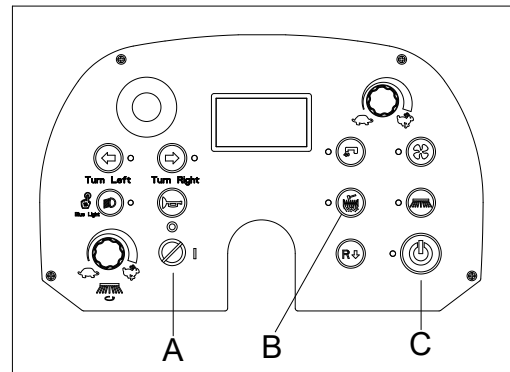

Figura 16
8. Pressione o botão de início (C, Figura 16) para desligar todas as funções (aspiração, escovas principal/laterais e bomba) e, em seguida, a escova principal e as escovas laterais serão levantadas.
9. Pressione o botão do agitador do filtro para ligar o agitador do filtro (B, Figura 16)
11. Rode a chave de ignição (A, Figura 16) para “O” e remova-a.